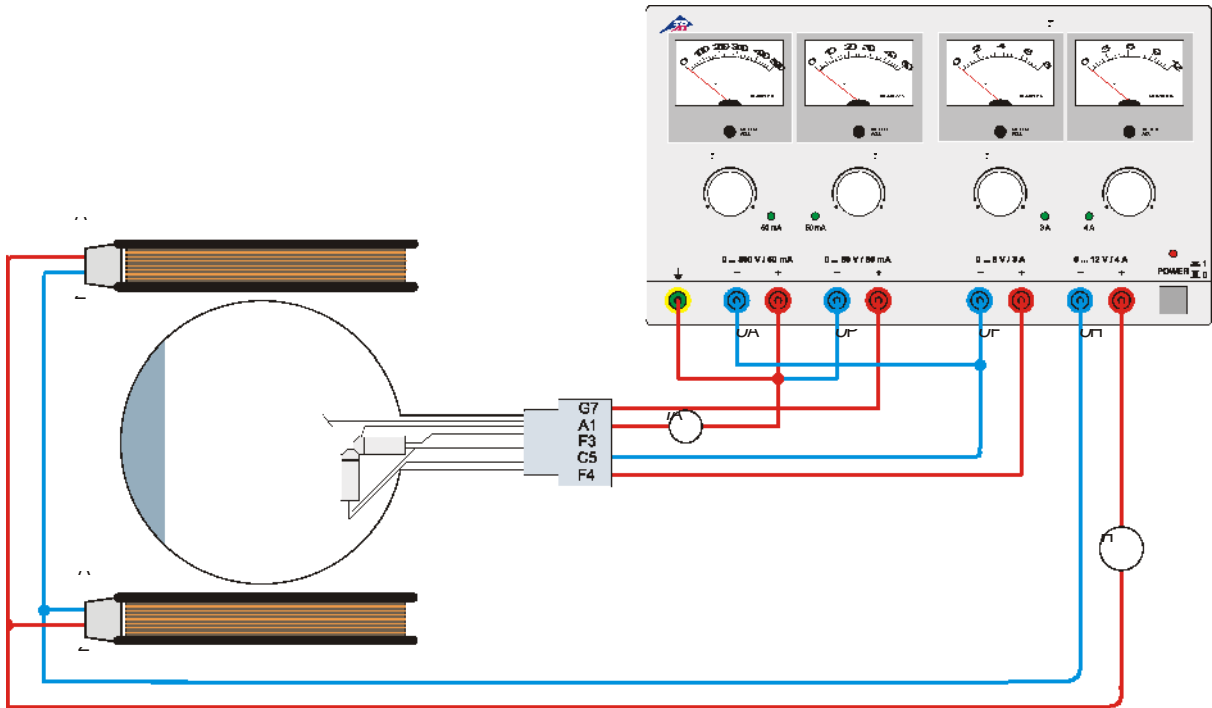

Fig. 4 Bestimmung von e/m mittels der senkrechten Elektronenkanone
- Beschaltung der Röhre gemäß Fig. 4 vornehmen.